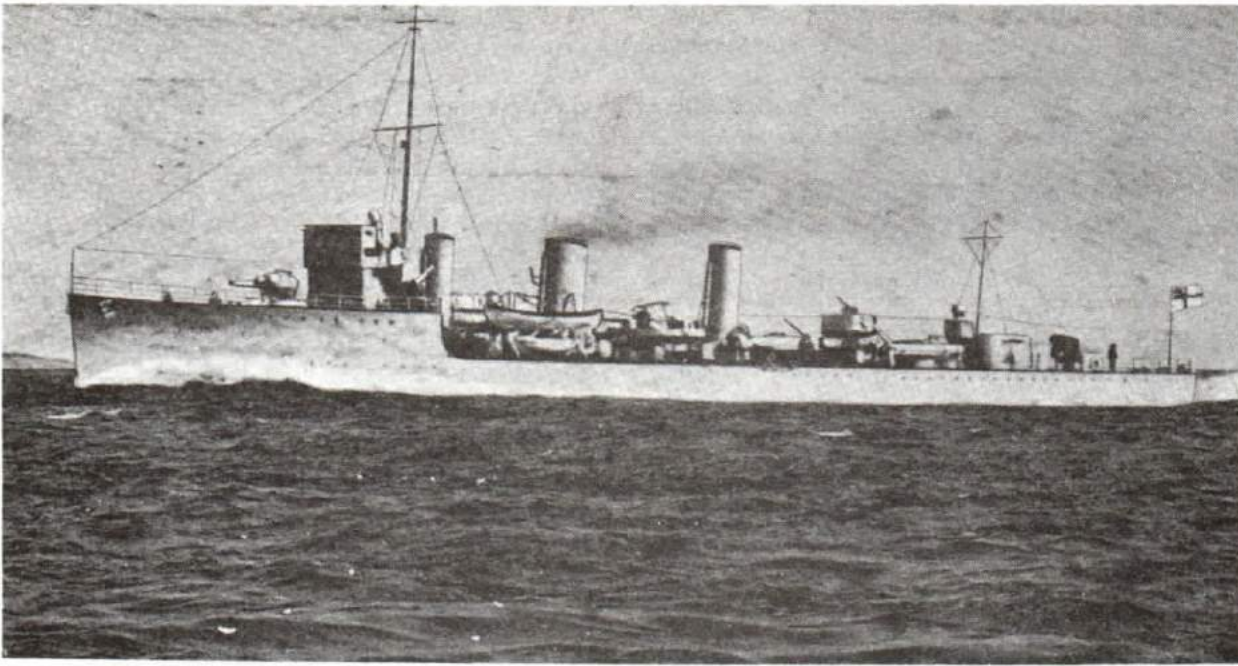

Figure 1-6
2. Shortly after the First World War the Royal Navy made a gift of two almost new submarines to the Canadian Navy. Then in 1920 the Canadian Government asked Admiralty for two destroyers and one light cruiser. These were received. The destroyers were *Patriot* and *Patrician* (see Figure 1-6), and the cruiser was *Aurora*. But once again, in 1921, a change of governments dealt the RCN a severe blow.
2. Peu après la Première Guerre mondiale, la Marine royale fit don à la Marine canadienne de deux sous-marins presque neufs. Puis, en 1920, le Gouvernement canadien demandait à l'Amirauté deux destroyers et un croiseur léger qui lui furent remis. Les destroyers étaient le *Patriot* et le *Patrician*, le croiseur était l'*Aurora* (voir la figure 1-6). Mais une fois de plus, en 1921, un changement de gouvernement devait porter un dur coup à la Marine.